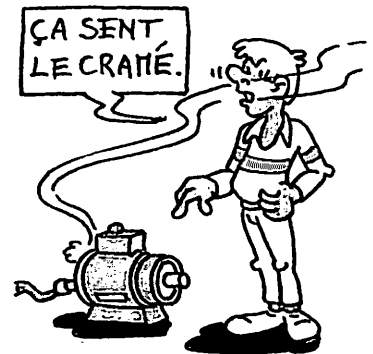

Fig. 26 : Échauffement d'un moteur électrique mal protégé.
- L'utilisation de matériel électrique conforme aux normes de construction électrique, convenablement entretenu et vérifié, permet de protéger les installations électriques contre les risques d'incendie (fig. 26).